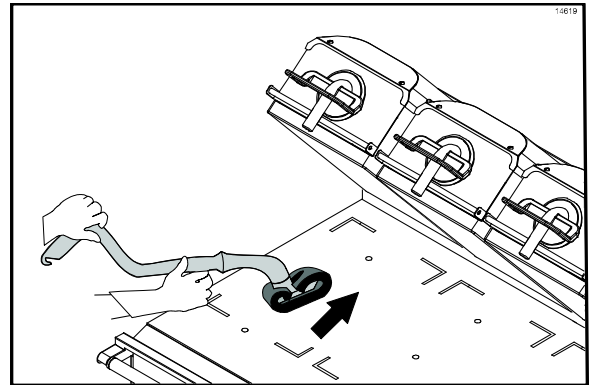

Abbildung 48
15. Die gesamte Oberfläche der unteren Grillplatte in von vorne nach hinten gerichteten Bewegungen mit einer dünnen Schicht der Grillreinigungsflüssigkeit bestreichen. Das Produkt über alle Flächen des Grills verteilen und einwirken lassen (Siehe Abbildung 48.)